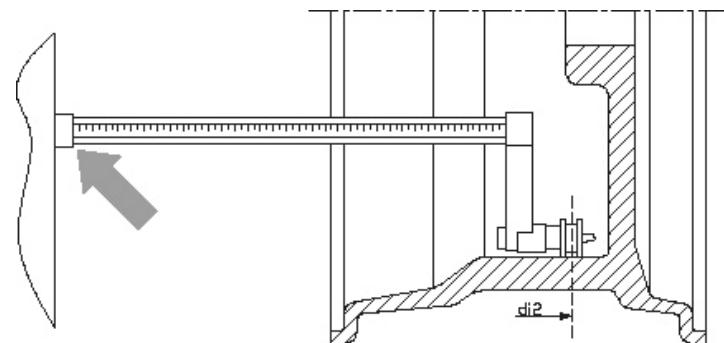

Abbildung F3.5 - Manuelle Messung des Außenabstands der Felge in den Modi ALS1 und ALS2
- 6) Ziehen Sie das Entfernungslineal in die Position des Auswuchtklotzes an der Außenseite der Felge, wie in Abbildung F3.5 gezeigt.